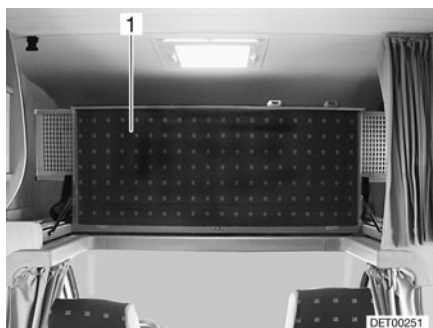

Fig. 89 Cama de alcoba, plegada hacia arriba
- Plegar hacia arriba la cama de alcoba (Fig. 89,1) delante. La cama de alcoba se mantiene en la posición superior mediante resortes por presión de gas.